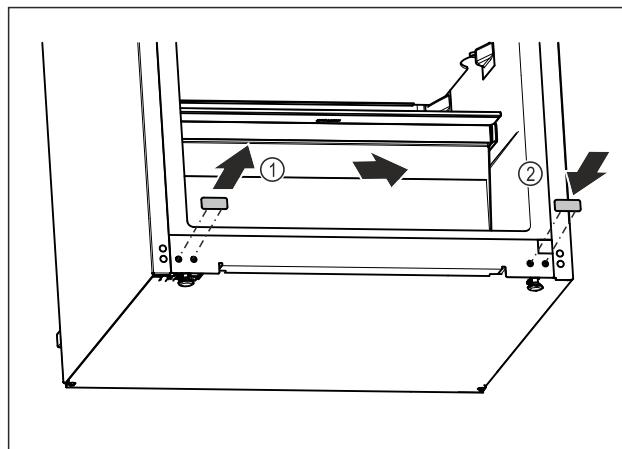

Fig. 17
- ▶ Ištraukite dengiamajį kamštį. Fig. 17 (1)
- ▶ Istatykite dengiamajį kamštį priešingoje pusėje. Fig. 17 (2)